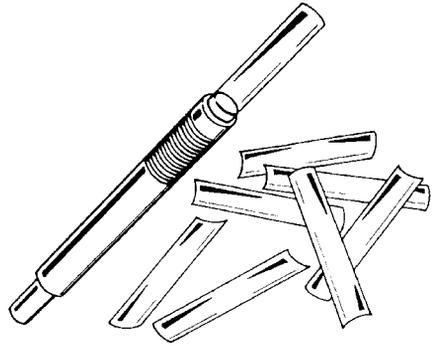

Рис. 5.22. Регулировочные прокладки с фиксатором (С разрешения компании A-1 Security Manufacturing Corp.)
- Набор регулировочных подкладок (рис. 5.22)